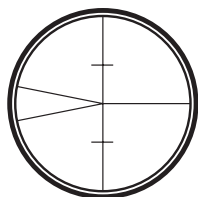

Fig. 3
1. **Focus het kruisvizier** (fig. 3) door het richten van de telescoop op een lichte achtergrond of door een wit blad voor de lens te houden, en daarna het oogstuk te draaien totdat het kruis in het vizier scherp en zwart is.